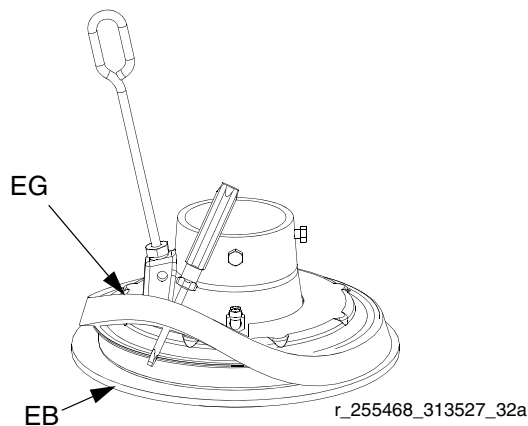

FIG. 13: Instalación del separador
2. *Trabajando desde arriba*, utilice un destornillador para colocar el separador (EG) entre el borde y los rascadores (EB). Vea FIG. 13.